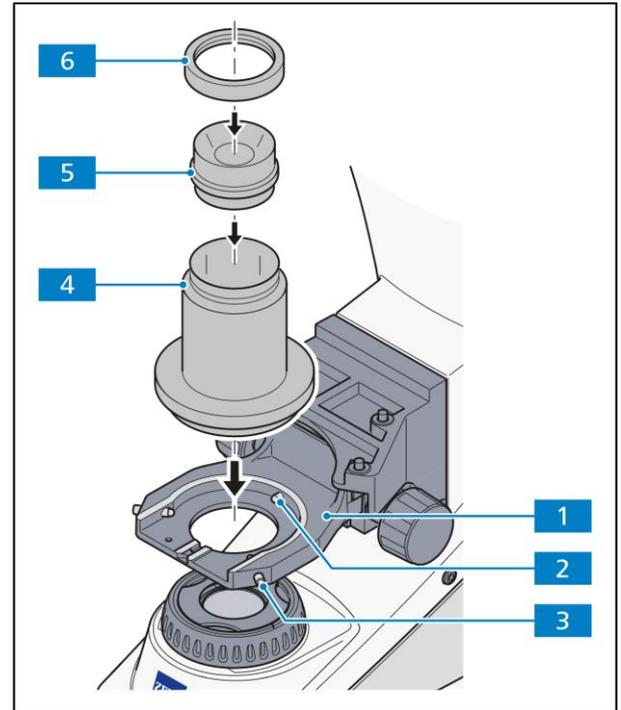

Abb. 3-14 Dunkelfeldkondensor anlegen
- Dunkelfeldkondensor (Abb. 3-14/65) in den Kondensorhalter Z (Abb. 3-14/54) einsetzen und mit dem Befestigungsring (Abb. 3-14/67) fixieren.
- Kondensorhalter Z (Abb. 3-14/45) gegen das Federhaus (Abb. 3-14/2) im Kondensorträger (Abb. 3-14/1) drücken.
- Beide Zentrierschrauben (Abb. 3-14/3) am Kondensorträger (Abb. 3-14/1) soweit anziehen, dass diese in die Ringschwalbe des Kondensorhalters Z (Abb. 3-14/45) eingreifen.